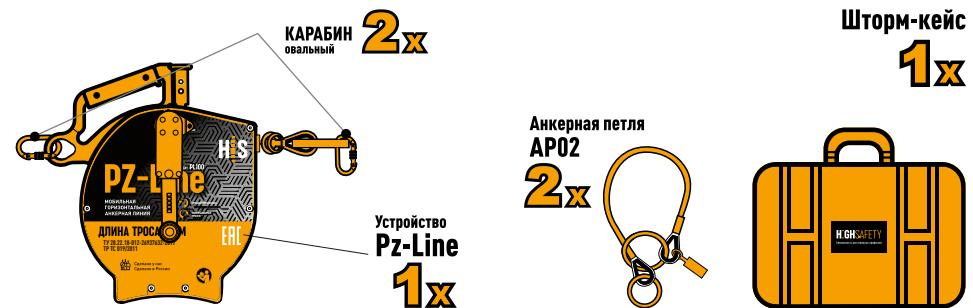

Рис. 4 Комплект поставки.
**Комплект поставки (рис. 4) включает в себя:**